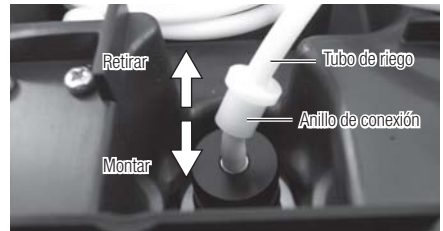

Fig.32
- 3) Retire el tubo de irrigación de la unidad de control. (Lado de la botella y lado del panel frontal) (Fig. 32,33)
- 8) Monte el tubo de irrigación con el procedimiento opuesto de retirada (Fig. 32). El anillo de conexión debería estar firme en la unidad de control hasta que se detenga. (Fig.36)